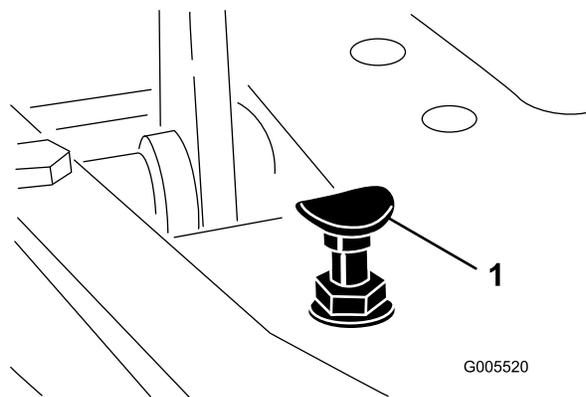

図 52
モードレバーを「移動走行」位置にセットし、ペダルを一杯に踏み込めば最高速度となります。ケーブルに張力が掛かる前にペダルがストップ（図 52）に当たる場合には調整が必要です。
1. モードレバーを「移動走行」位置にセットし、ペダルストップを固定しているロックナットをゆるめる（図 52）。